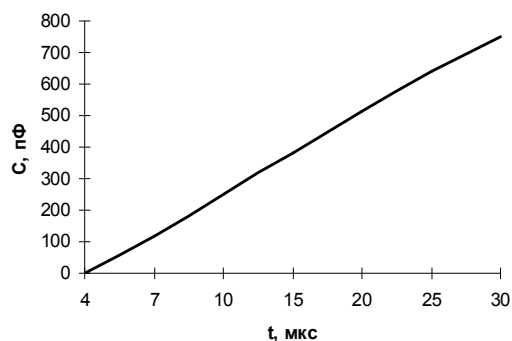

Рисунок 12 – График зависимости длительности задержки включения защиты по насыщению от подстроечной ёмкости
**СБЛОК – ёмкость подстройки времени блокировки контроля падения напряжения на управляющем транзисторе в открытом состоянии, смотри рисунок 12.** Изначально на драйвера установлена ёмкость 100 пФ.